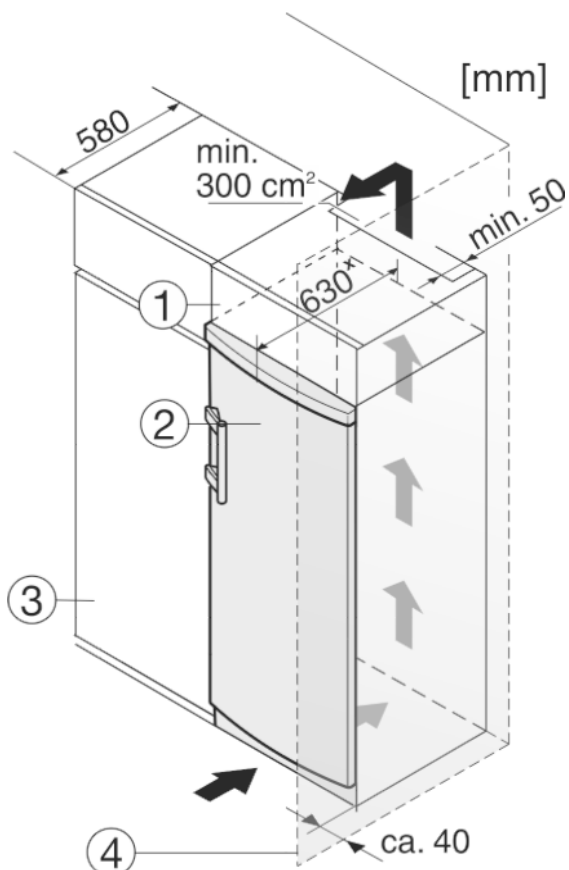

Fig. 9
- (1) Дополнительный шкафчик
(2) Устройство
(3) Кухонный шкаф
(4) Стенка
Устройство может быть окружено кухонными шкафами. Чтобы уравнивать устройство Fig. 9 (2) по высоте с кухонной стенкой, можно установить над устройством дополнительный шкафчик Fig. 9 (1).
При комбинировании с кухонными шкафами (глубина макс. 580 мм) устройство можно установить непосредственно рядом с кухонным шкафом Fig. 9 (3). Устройство выступает сбоку на 34 мм* и по центру на 50 мм* относительно передней стенки кухонного шкафа.
Если устройство установлено на шарнирах у стены Fig. 9 (4), то расстояние между устройством и стеной должно быть не менее 40 мм. Настолько выступает ручка при открытой дверце.